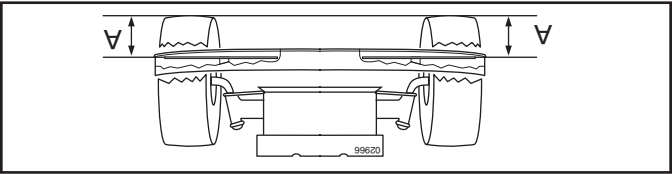

Fig. 28
- Ajustement latéral de précision (Voir la Fig. 28) Assurez-vous que vos pneus sont adéquatement gonflés, puis stationnez le tracteur sur un terrain de niveau ou une entrée de cour.